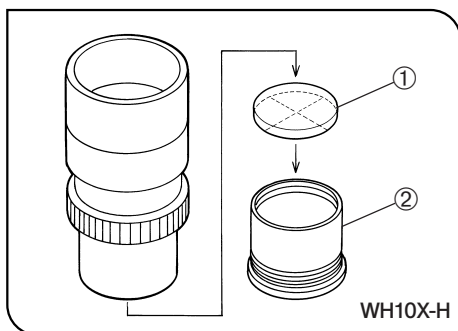

Abb. 11
(Abb. 11 & 12)
Gemäß Abb. 11 die Mikrometer-Fassung ② vom Okular abschrauben und eine Mikrometerplatte ① in die Fassung einsetzen. Die beschriftete Seite der Okularmikrometerplatte muss nach unten in die Fassung weisen.